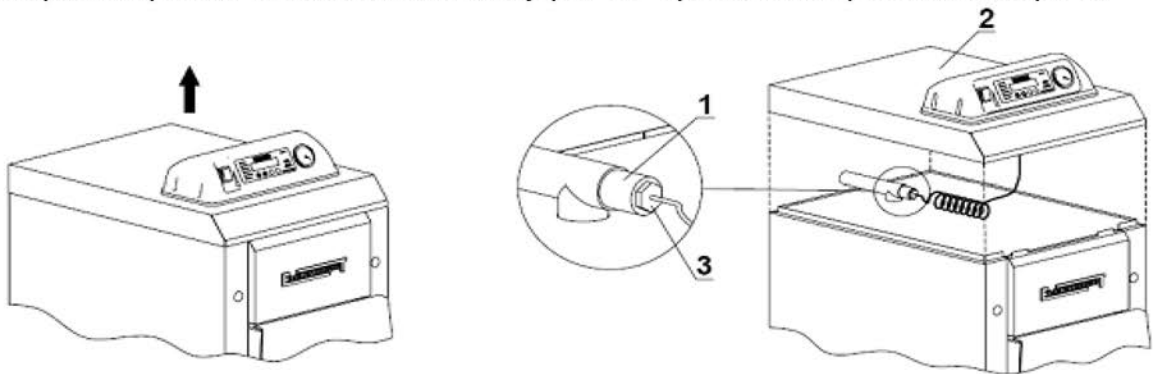

Рис. 9. Демонтаж кришки обудови котла і проводу термоманометра.
- 3). Перевірити герметичність поєднання кроцьця з проводом манометра (Рис. 9)